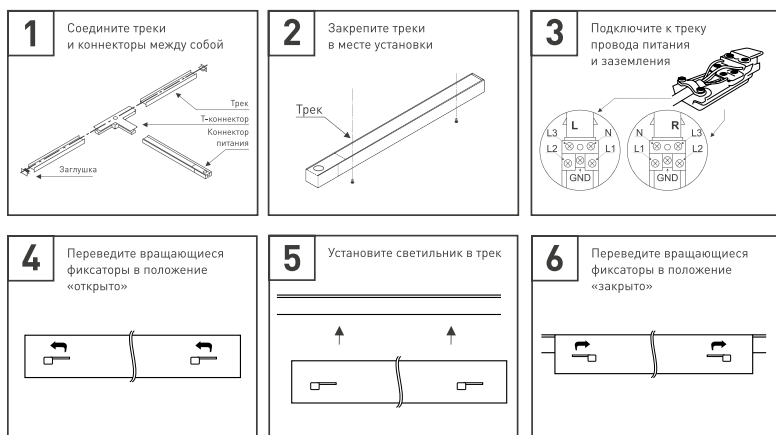

Рис. 2. Установка и подключение светильника
- 3.4. На коннекторе питания открутите винт и снимите крышку. Подсоедините провода, подводящие питание, к винтовым клеммам согласно схеме на рис. 2. Используйте 5-жильный кабель. Обязательно подключите защитное заземление к клемме GND.